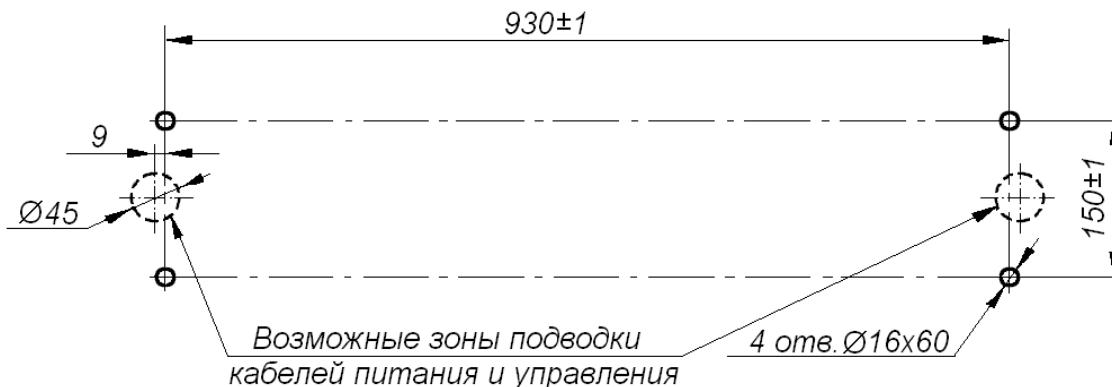

Рисунок 11. Схема разметки отверстий для крепления стойки турникета
- производить разметку установочных отверстий в соответствии с рис. 11;
2. Подготовьте в полу отверстия под гильзы анкеров для крепления стойки турникета (см. рис. 11) и кабельные каналы согласно планировке проходной. При необходимости прокладки кабелей под поверхностью пола подготовьте в полу кабельный канал, подходящий к отверстиям для ввода этих кабелей в стойку турникета.